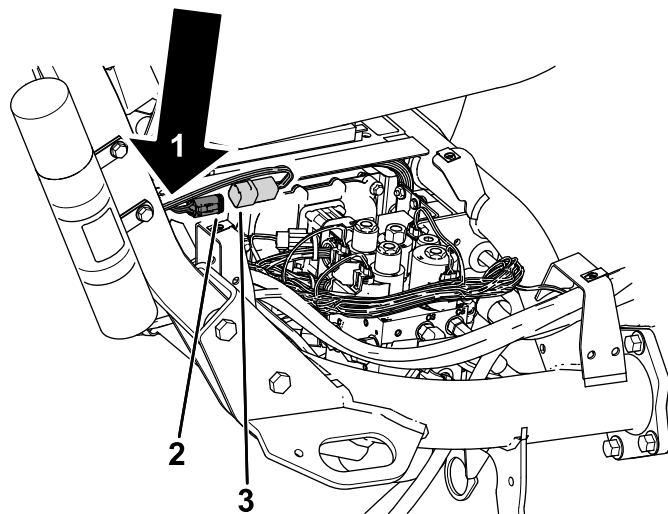

Figura 11
5. Ghidai cablajul în partea de jos a barei antirulii i conectai conectorul cablajului marcat P01 la conectorul de pe cablajul mainii marcat P49 (Figura 11).
6. Fixai cablajul telematic la cablajul principal cu un colier de cablu (Figura 11).